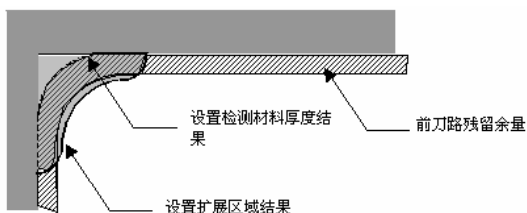

图 2-79 扩展区域结果
- **【扩展区域】**：残留区域沿零件轮廓表面按该系数值大小进行扩展，该选项可与“检测材料厚度”选项联合使用，如图 2-79 所示。